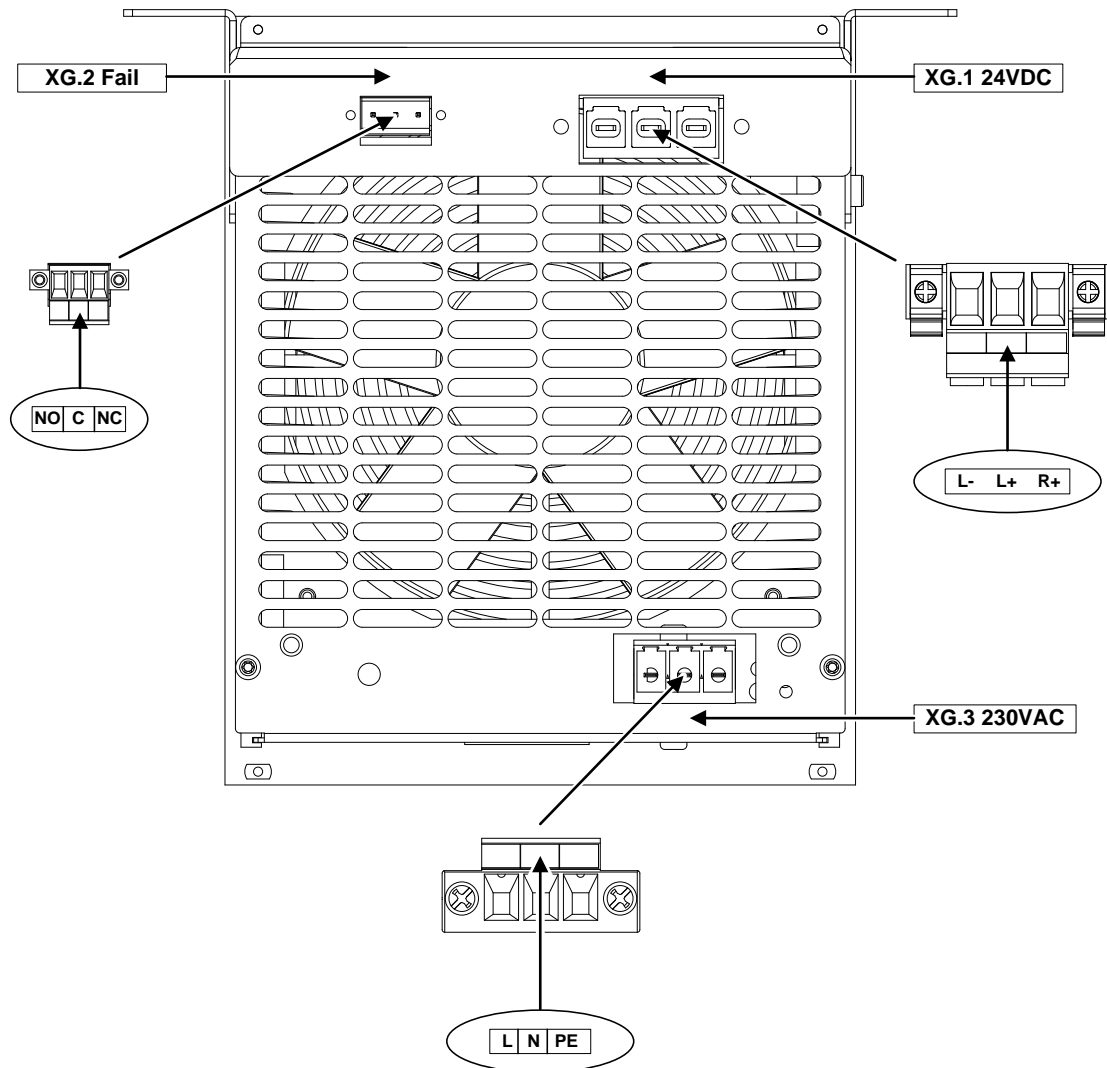

Bild 5: Montageort von Aufklebern und Buchsenleisten
3. Verdrahtete Buchsenleisten auf das Netzgerät stecken und mit Hilfe des entsprechenden Schraubendrehers am Netzgerät befestigen, siehe Bild 5.